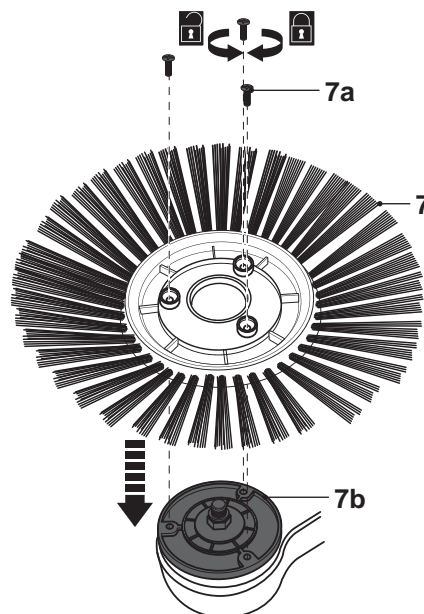

Fig. 1
- > Fixez-la avec les vis [7a] à l'aide d'un tournevis cruciforme adéquat (Fig. 1).